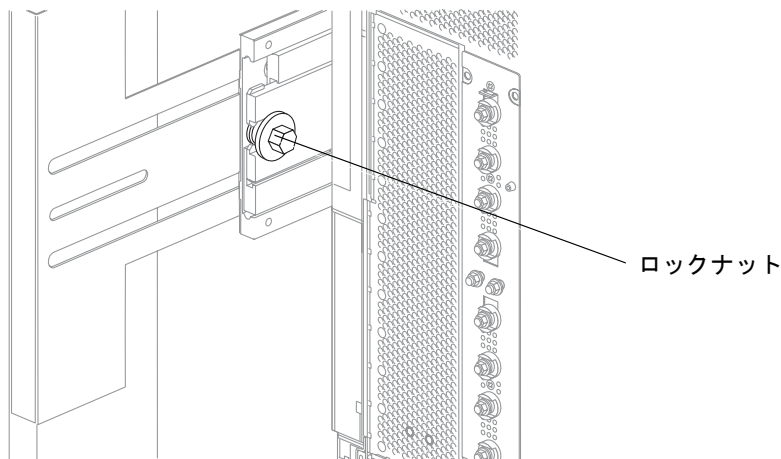

図 3-4 スライドのロックナット
5. システムの背面にあるスライドのロックナットを緩めます。完全に外さないように注意してください (図 3-4)。
5. システムの背面にあるスライドのロックナットを締めます (図 3-4)。